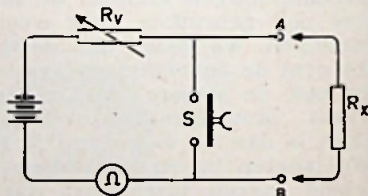

Fig. 8
4. Weerstandsmeting met de ohmmeter (fig. 8)
Als spanningsbron wordt meestal een droge batterij ingebouwd. Wanneer de schakelaar S wordt ingedrukt meet de voltmeter — want dat is het — de spanning van de batterij. De voorschakelweerstand wordt nu zodanig ingesteld, dat de meter de volle uitslag geeft. De te meten weerstand R_x wordt nu aangesloten op de klemmen (A-B in fig. 8) en de knop losgelaten. De meter meet nu de spanning via deze weerstand en zal dus een lagere aanwijzing geven. De schaal van de meter is zodanig geijkt, dat deze de juiste weerstandswaarde in Ω aangeeft.